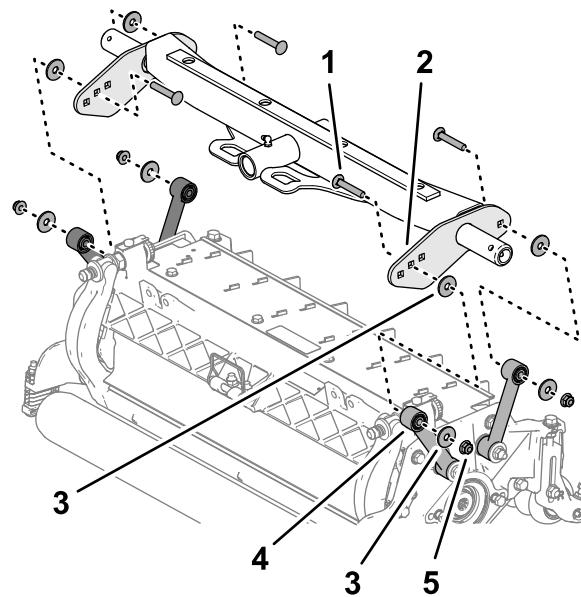

图 18
2. 对齐承载板和连杆之间的垫圈图 18 并使用托架螺栓 $\frac{3}{8} \times 2\frac{1}{4}$ 英寸、垫圈和凸缘锁紧螺母 $\frac{3}{8}$ 英寸松动地组装板和隔片。